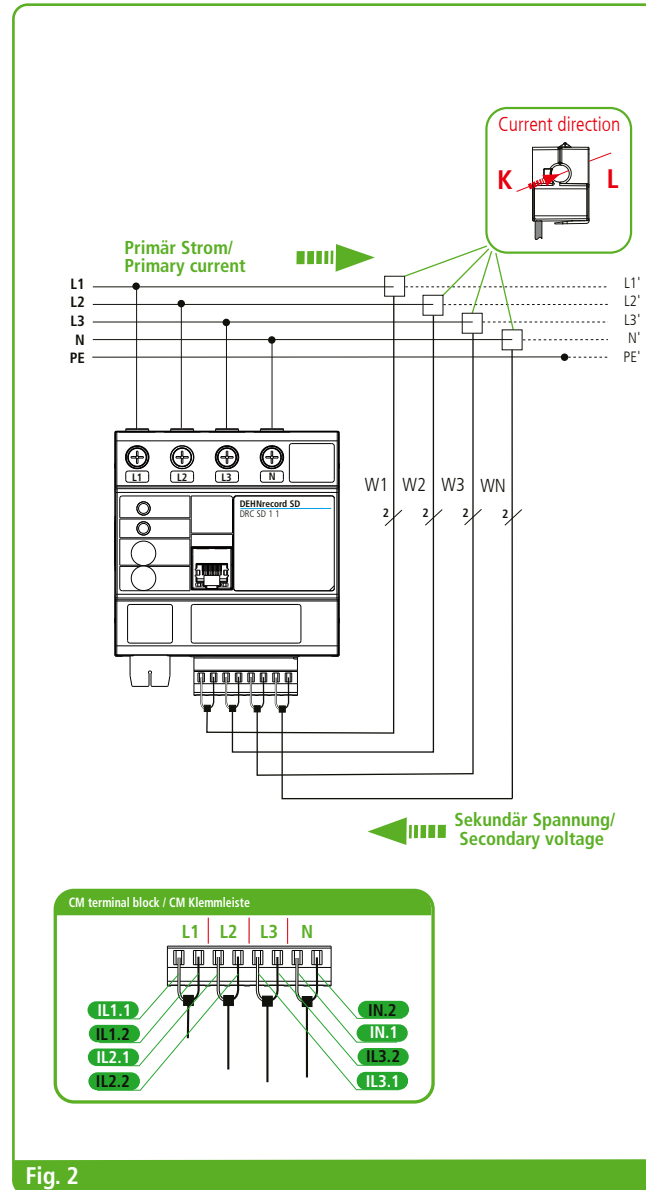

Fig. 2
Der Stromwandler DRC SD SCS 100 kann nahezu in allen gängigen Netzsystemen, wie z.B.: **TT, TN (-C) - S** und **TNC-Systemen** eingesetzt werden! Beim **TNC-System** ist damit auch der gemeinsame PEN-Leiter gemeint (siehe Fig. 2)
- Je nach Netzform erfolgt die Montage des Wandlers am jeweiligen **Primärleiter L1, L2, L3** und **N** oder **PEN** (siehe Fig. 2).
- Das Anbringen des Wandlers an den jeweiligen Primärleiter darf nur in Stromrichtung (K ⇒ L) erfolgen (siehe Fig. 1 und Fig. 2).
- Die Sekundärleitungen des Stromwandlers DRC SD SCS 100 werden an der Klemmleiste vom **DEHNrecord SD** DRC SD angeschlossen (siehe Fig. 2).
- Beim Anschluss der Sekundärleitungen an das **Smart Device** (Klemmleiste CM) ist die Klemmenzuordnung nach Fig. 2 genau zu beachten:
The current transformer DRC SD SCS 100 can be used in almost all common system configurations, such as: **TT, TN (-C)- S** and **TNC systems!** In the **TNC system**, this also refers to the shared **PEN conductor** (see Fig. 2).
- Depending on the type of network, the transformer is mounted on the respective **primary conductor L1, L2, L3** and **N** or **PEN** (see Fig. 2).
- The transformer may only be attached to the respective primary conductor in the direction of current (K ⇒ L) (see Fig. 1 and Fig. 2).
- The secondary conductors of the DRC SD SCS 100 current transformer are connected to the terminal block of the DRC SD **DEHNrecord** (see Fig. 2).
- When connecting the secondary conductors to the **smart device** (CM terminal block), the terminal assignment according to Fig. 2 must be observed exactly: